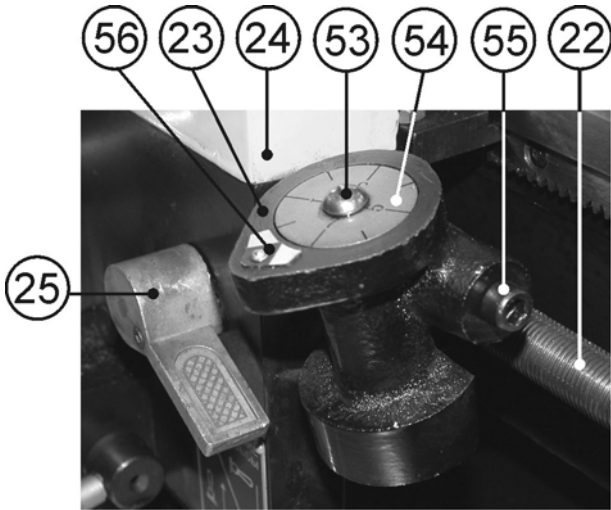

Рис.20
10.7.7. Включите станок п.10.2, подведите резец (35) к началу предполагаемой резьбы. Маховиком подачи поперечного суппорта (28) установите глубину резания, не превышая 0,2 мм за один проход (описано выше в п.10.3), опустите вниз ручку управления разъёмной гайкой ходового винта (25) и начните нарезание резьбы, Рис.20.
10.7.8. По мере приближения резца к концу нарезаемой резьбы, отведите резец (35), используя маховик подачи поперечного суппорта (28), п.10.3, Рис.15, а переключателем направления вращения шпинделя (6), Рис.14, включите в обратном направлении. **Ручку управления разъёмной гайкой ходового винта (25) при выполнении операции нарезания резьбы не переключать до конца изготовления резьбы, Рис.20.**
10.8. Индикатор нарезания резьбы (Рис.20)
10.8.6. Маховиком подачи поперечного суппорта (28), Рис. 2, установите глубину резания, не превышая 0,2 мм за один проход. Опустите вниз ручку управления разъемной гайкой ходового винта (25) и начните нарезание резьбы, Рис.20.
10.8.7. По мере приближения резца к концу резьбы, отведите резец, используя маховик подачи поперечного суппорта (28), Рис. 15. Поднимите вверх ручку управления разъемной гайкой ходового винта (25), Рис.20. Вращая маховик ручной подачи каретки (29), Рис.15, отведите каретку назад к началу нарезания резьбы. Наблюдайте за вращающимся диском (54) индикатора нарезания резьбы (23). По мере совмещения метки (56), на корпусе индикатора нарезания резьбы (23) и ранее выбранного Вами по таблице 5 числа индикаторного диска (54), резко опустите вниз ручку управления разъемной гайкой ходового винта (25) и начните нарезание резьбы. Повторяйте цикл нарезания резьбы до окончательных размеров.